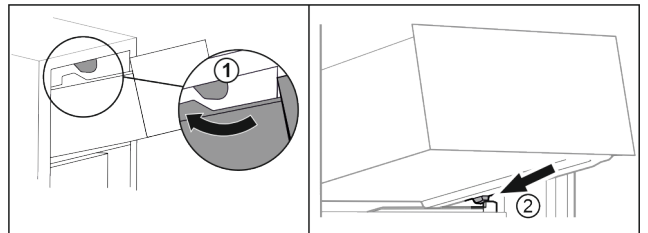

Fig. 69
- ▶ Far passare il cassetto sui fermi superiori. Fig. 69 (1)
- ▶ Applicare il cassetto inclinandolo dietro i fermi inferiori sulla nervatura del contenitore. Fig. 69 (2)